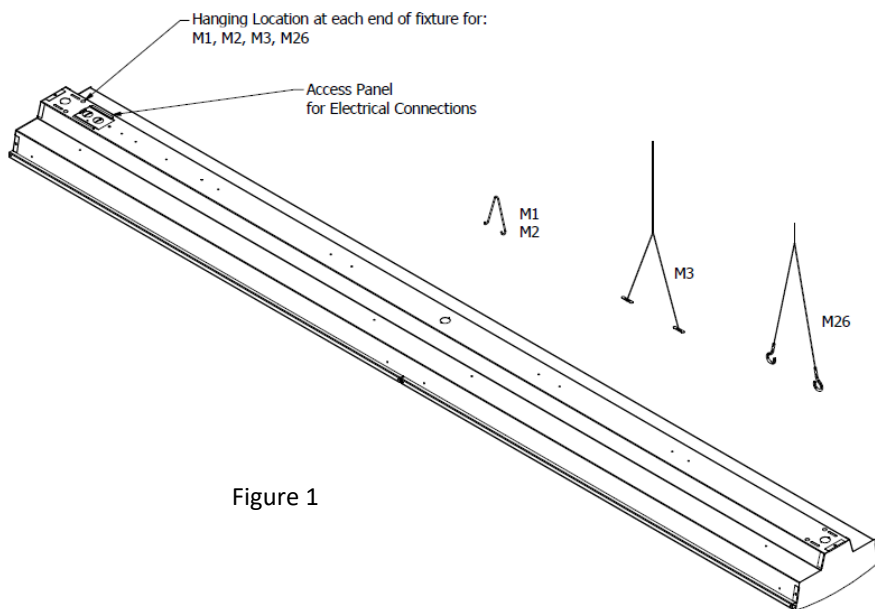

Figure 1
2. Open the access panel (See Figure 1) with a Robertson screwdriver for power supply wiring and remove appropriate knockout(s) for any additional power supply options. Locate the luminaire disconnect inside the fixture and carefully remove the line side of the disconnect. See wiring instructions below.
2. Ouvrez le panneau d'accès (voir Figure 1) avec un tournevis Robertson pour le câblage d'alimentation et retirez les entrées défonçables appropriées pour toute option d'alimentation supplémentaire. Localisez le sectionneur du luminaire à l'intérieur du luminaire et retirez soigneusement le côté ligne du sectionneur. Voir les instructions de câblage ci-dessous.